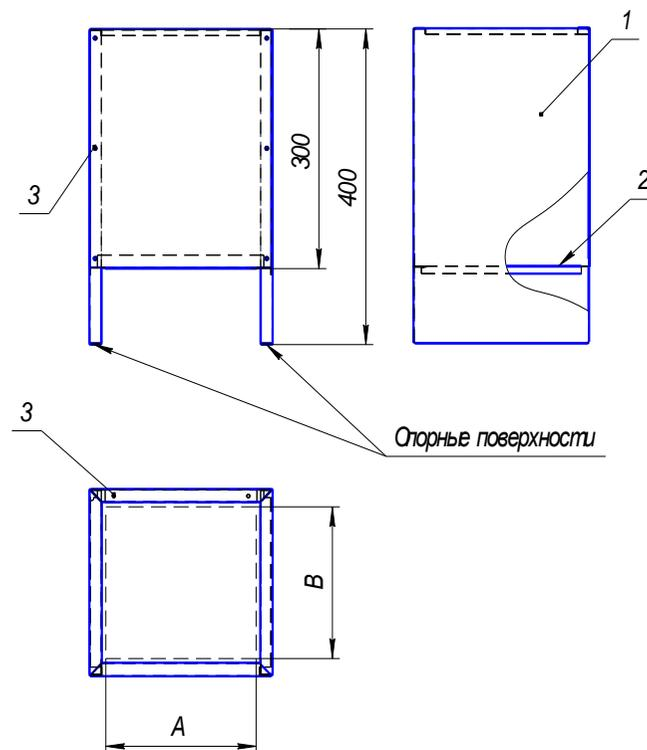

Рисунок 1.
- 3.1. Подставка под огнетушитель состоит из корпуса 1 и дна 2, скрепленных между собой вытяжными заклепками 3 (рис. 1). Подставка не имеет подвижных частей.
- 3.2. Подставка устанавливается опорными поверхностями корпуса 1 (см. рис. 1) на ровную горизонтальную поверхность, корпус огнетушителя должен устанавливаться внутрь подставки, с опорой на дно 2.
- 5.1. Подставку освободить от упаковки и установить опорными поверхностями корпуса 1 (см. рис.1) на ровную горизонтальную поверхность.